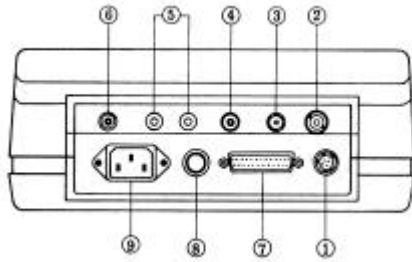

图 7 后视图
- 1.1 将 pH 电极和 ATC/TEMP 探针接到仪表上。(参见图 7)在 LCD 显示器上的 ATC 显示即被显示出来。按 MODE 键以使 LCD 显示指示 pH 并使 AUTOLOCK 显示被显示出来。
- 2.1 将 pH 电极接入仪表 (见图 7)。MAN 显示即被显示出来。按 MODE 键，LCD 显示 pH，并使 AUTOLOCK 显示出来。
- 3.1 将 pH 电极和 ATC/TEMP 探针接入仪表的后面 (见图 7)。显示 ATC。按 MODE 键使 LCD 显示器显示 pH 以及 AUTOLOCK 显示 LED 显示出来 (见图 2)。
- 4.1 将 pH 电极和 ATC/TEMP 探针接入仪表的后面（见图 7）。显示 MANUAL。按 MODE 键，使 LCD 显示 pH，AUTOLOCK 信号消失。